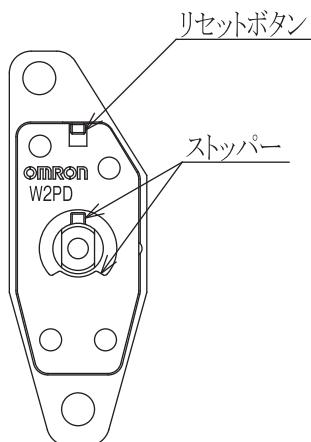

図8 W2PD裏面
暗号コードの変更操作は必要ありません。リセットボタン(図8参照)は操作しないでください。
- (1) W2PDには、鍵が一定角度以上、回らないように簡単なストップバーが設けてあります(図8参照)が、これは単品での機能チェック時に過回転を防止するためのものです。竿の設計に際しましては、このストップバーがきく前に竿のストップバーがきくように設計してください。
- (2) 鍵の抜き差しをスムーズに行なうため、鍵を操作していない状態のとき(扉の開閉操作以外のとき)は、W2PDに取付けたカムに負荷がかからないようにしてください。
- (3) ホールではリセットボタンを操作して暗号コードの変更を行ないます。